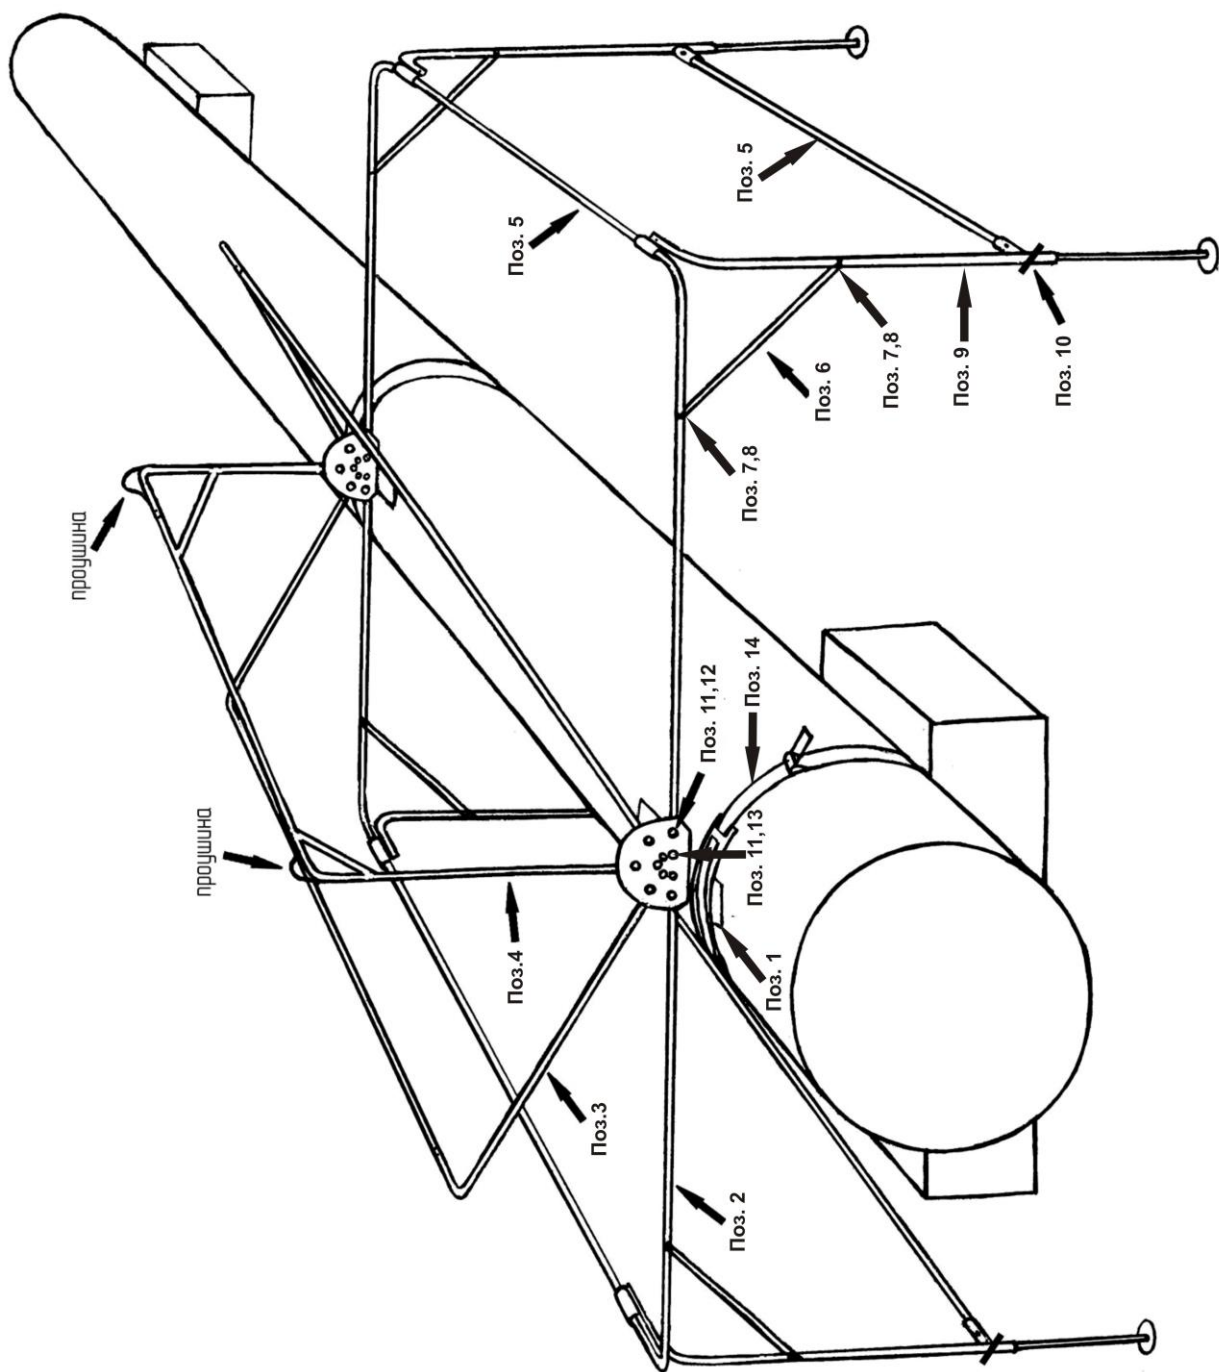

Рис.1
Устройство каркаса палатки показано на (рис.1), номера позиций на рисунке соответствуют порядковым номерам табл.1.
3. Собрать левую и правую подборку между собой с помощью прямых штанг поз.5(7шт) согласно рис.1. Штанги зафиксировать поз.15 и поз.16.